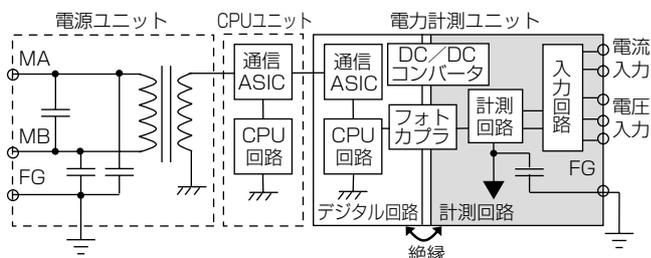

図 2. 電力計測ユニットの回路構成
- ①外部入力端子起因(ノイズ、誤結線等)によるこのユニットの故障がほかのユニットへ波及しないような設計とする。
- ②外部入力端子からのノイズなどの影響によってこのユニット及びほかのユニットが誤動作しない設計とする。
- ①, ②を実現するために、このユニットでは、AC220Vが入力される計測回路部とCPUユニットとのデータのやり取りを行うデジタル回路部を絶縁する構成とした。図2に電力計測ユニットの回路構成を示す。